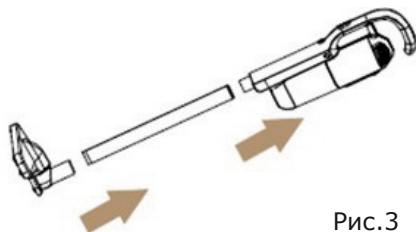

Рис.3
6.1.1 Соедините корпус прибора с удлинительной трубкой и насадкой. (Рис. 3).